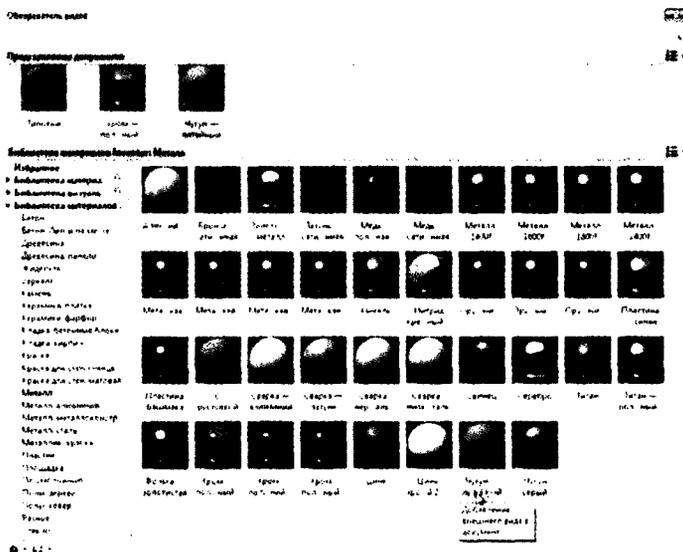

Рис. 13.9. Браузер представлений позволяет видеть опции представлений
5. Найдите **Чугун – литейный**, переместите к нему курсор и нажмите на стрелку **Вверх**, чтобы добавить его в список представлений документа, как показано на рис. 13.9.